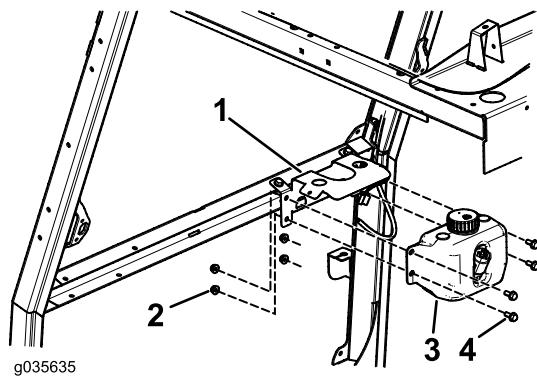

Figura 7
- 2. Instale o depósito no suporte utilizando quatro parafusos (5/16" x 3/4") e quatro porcas (5/16"), como se mostra na Figura 7.